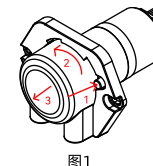
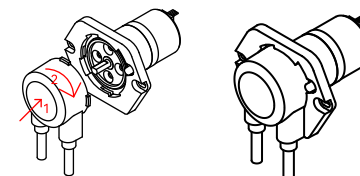

图1
图3
- 按下卡扣（图1标号1）
- 逆时针旋转泵头盖至限位处（图1标号2）
- 面向自己方向垂直取下泵头盖（图1标号3）
- 按照之前拆卸位置（图1标号3）原方向插入到电机轴上，（图3标号1），顺时针旋转，待泵头卡扣与泵头前盖锁住到位，此时泵头的出/入口应与泵头安装板的两个螺钉安装孔成垂直状态图示如下图3